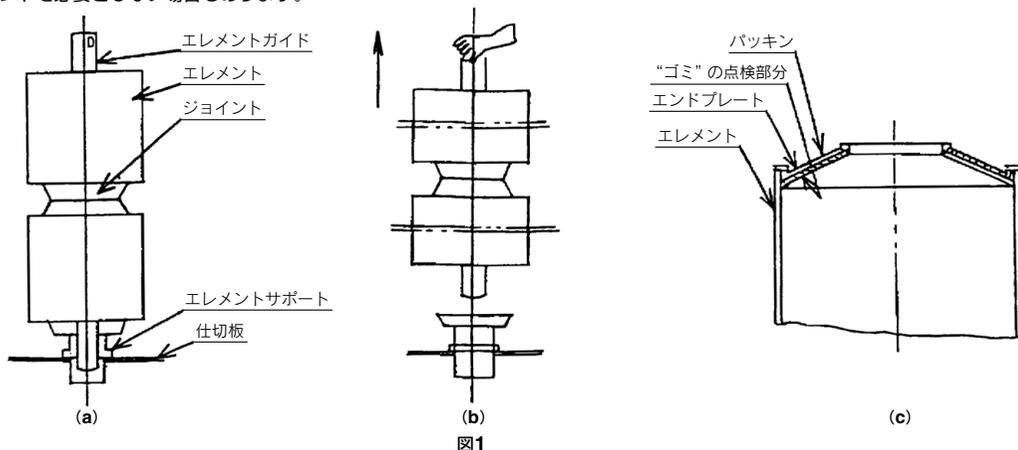

図1
またELEMENT取付け金具を取出した後、図1の要領でELEMENTガイドを取出すことによりELEMENT、ジョイントを一括して取出すことができます。
- ① マイクロメッシュELEMENT [円筒およびプリーツ (球面パッキンを使用していないもの)] および焼結ELEMENTの場合はエンドプレートとパッキン間のゴミを必ず完全に除去してください。[図1の(c)参照]
※ELEMENT重ね数が2~3段の場合はあらかじめELEMENTガイドにELEMENT、ジョイントをセットしたものをELEMENTサポートに取付ける事もできます。[図1参照 取出す時の逆の要領]